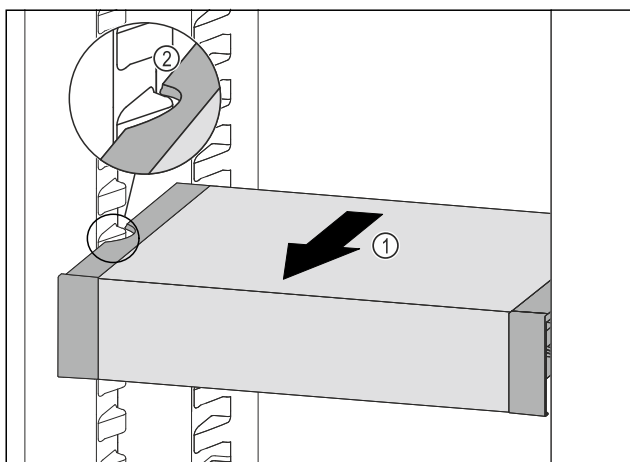

Fig. 160
- Táhněte VarioSafe dopředu Fig. 160 (1), dokud nebudou boční vybrání VarioSafe na úrovni žebrování na nádoby v chladničce. Fig. 160 (2)